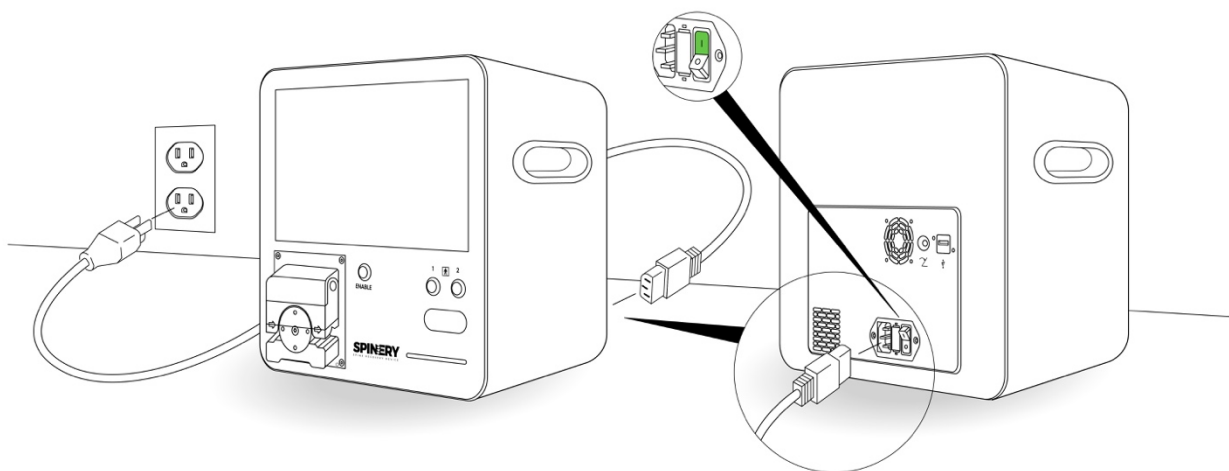

Figura 11 - Collegamento dell'alimentazione principale
3. Collegare il cavo di alimentazione alla presa di alimentazione del generatore e a una presa di alimentazione di livello ospedaliero con messa a terra di protezione (Figura 11).